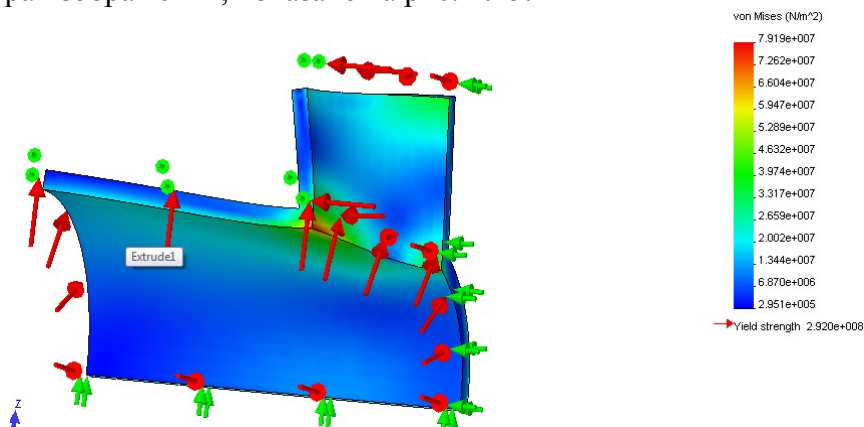

Рис. 1.25. Діаграма напружень по Мізесу
16. Картинка еквівалентних напруг по Мізесу, поєднана з деформованим видом, перебуває в папці **Stress**. Подвійним клацанням по піктограмі з назвою **Plot 1** (Діаграма1) ви виведете на екран зображення, показане на рис. 1.25.